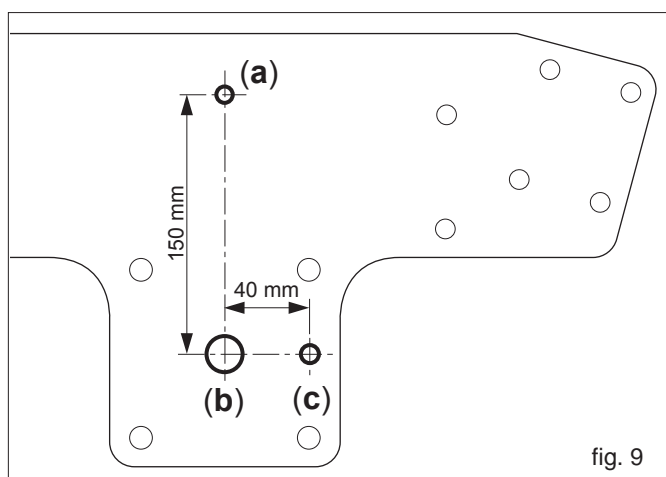

fig. 9
- 2) Die linke Rollenhalterung abändern, indem die Anleitungen auf Abb. 9 befolgt werden: